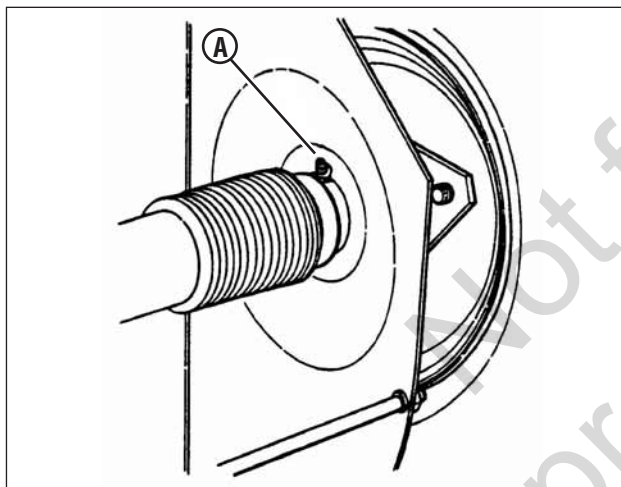

Figura 27: Ponto de engraxe do eixo traseiro
1. O ponto de engraxe (A, Figura 27) do rolamento esquerdo do eixo traseiro requer três injeções de graxa de propósito geral com um bico de engraxe.